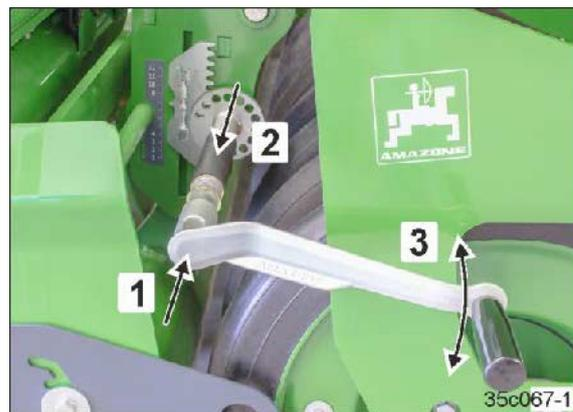

图 126
1. 将操作工具从停放位置中取出（图 60/1, 参见第 83 页）并插入设置装置（图 126/1）中。
操作工具（图 126/3）在松脱锁定装置前必须握住！
2. 通过旋转操作工具（图 126/3）松开锁定啮合机构（图 126/2）。